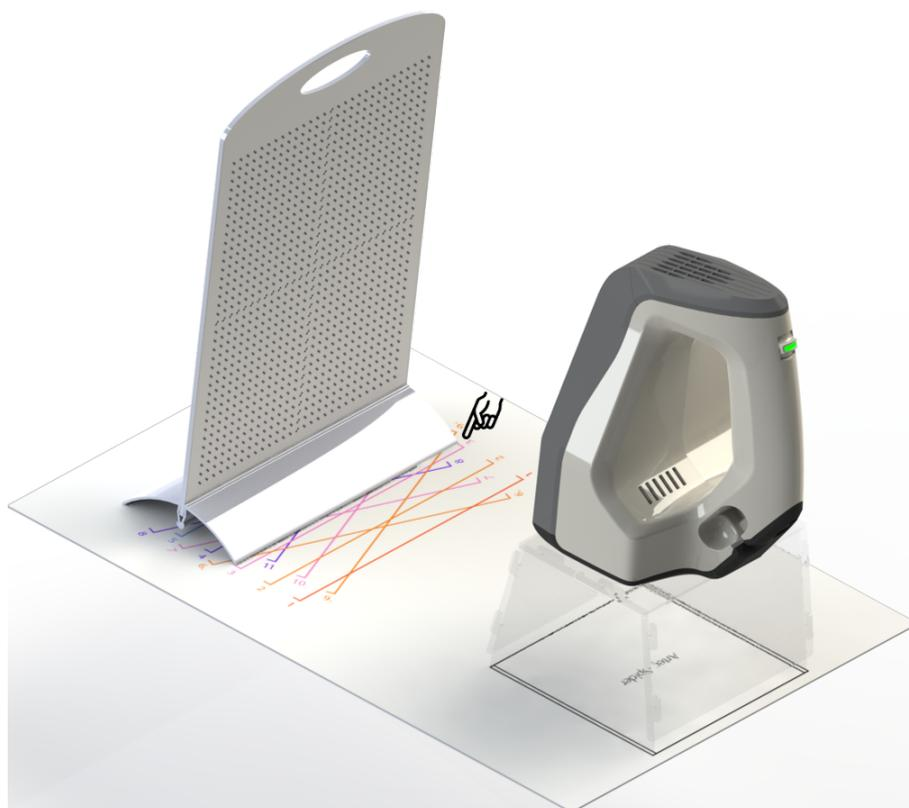

Abbildung 135: Kalibrations-Träger, Muster und Scanner-Ständer mit Artec Spider.
4. Den Kalibrations-Träger auf das Muster setzen und so drehen, dass die Markierungsseite zum Scanner ausgerichtet ist wie Abb. 135 veranschaulicht.